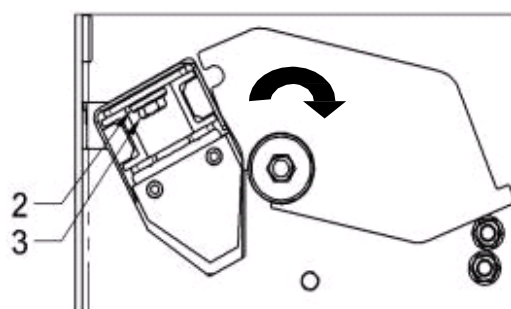

Bild.9. Skyddsplatta, öppet läge, bortplockning av bult och styrning
Vrid undan skyddsplattan och placera den i det läge som visas i Bild.9.
Ta loss knivhållarstyrningen (2) genom att lossa M12 skruven (3), på det sätt som visas i Bild 9. Använd rensningsredskapet som sitter på maskinens front, dra ut knivhållarprofilen genom att haka tag i styrningshålet. Om knivarna är slitna kan man ta ur hela knivhållarprofilen, vända den och sätta tillbaka den så att de vassa eggarna kan användas.